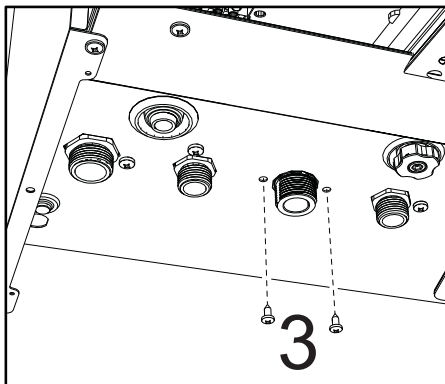

fig. 59
- Svitare le viti “3” (fig. 59)